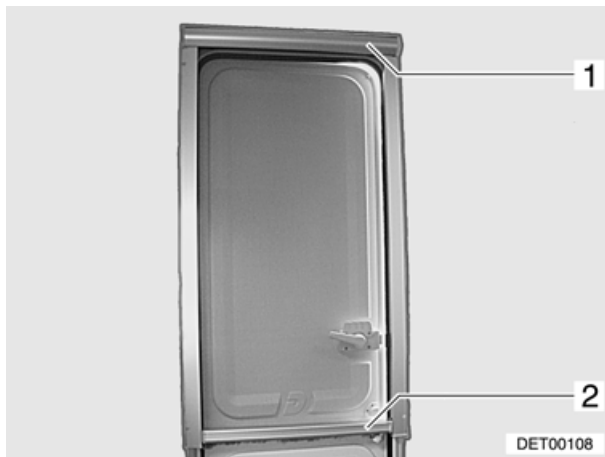

Fig. 17 Zanzariera a rullo
La zanzariera a rullo della porta di ingresso a scuderia si trova nella cassetta superiore (Fig. 17,1).
- Tirare la zanzariera a rullo verso il basso agendo sul listello (Fig. 17,2), finchè non scatta.
- Premere leggermente il listello (Fig. 17,2) verso il basso finchè l'elemento di fissaggio non si sgancia e ricondurre lentamente la zanzariera a rullo nella cassetta.